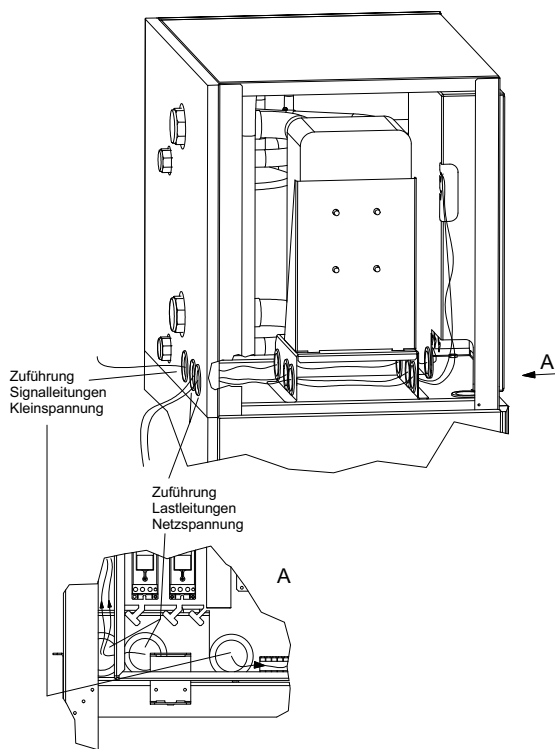

Abb. 7.4: Kabeleinführung Schaltkasten
**Bei den Anschlussarbeiten des Schaltkastens ist darauf zu achten, dass die Lastleitungen und die Signalleitungen getrennt voneinander in den Schaltkasten eingeführt werden. Dafür sind die speziell angeordneten Schaltkasteneinführungen zu verwenden (siehe Abb. 7.4 auf S. 7).**